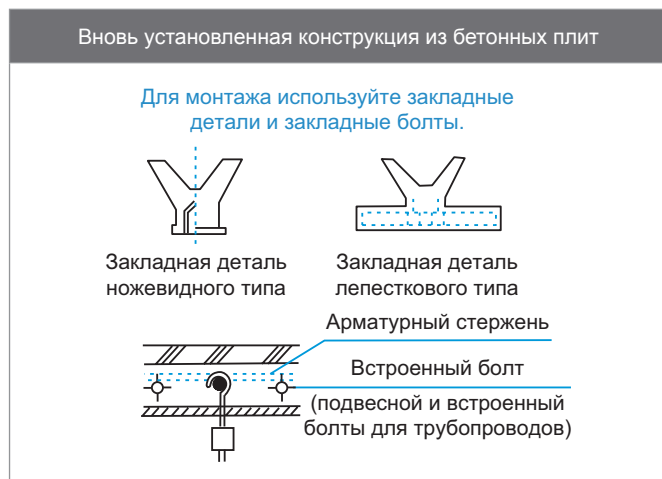

Рисунок 3.4
- ♦ Подвесьте кондиционер на подъемном болте, как показано на Рис. 3.4. Используйте спиртовой уровень, чтобы найти длину и ширину по уровню. В этом процессе потребуются несколько раз отрегулировать четыре Гайки 2 на полке. Такая ситуация может возникнуть, если при проверке выставления кондиционера по уровню обнаружится, что разность по высоте между Шайбой 2 четырех подъемных болтов и нижней поверхностью потолка не однородна, и, следовательно, размер A не является постоянным. В этом случае приоритетной задачей является выставить корпус блока ровно. Перемещайте весь блок вверх и вниз, чтобы максимально приблизить отклонения по четырем уровням к размеру A.